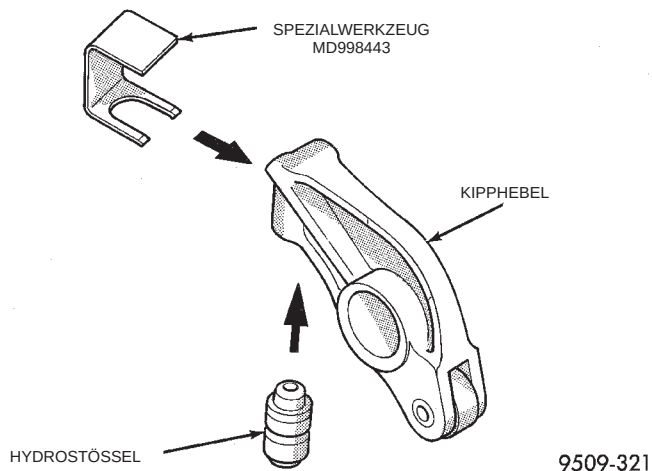

Abb. 39 Hydrostößelhalter
- (1) Ventildeckel abbauen.
- (2) Hydrostößelhalter (Spezialwerkzeug MD-998443) montieren (Abb. 39). Dadurch werden die Hydrostößel während der Instandsetzungsarbeiten an den Kipphebeln in ihrer Lage gehalten.